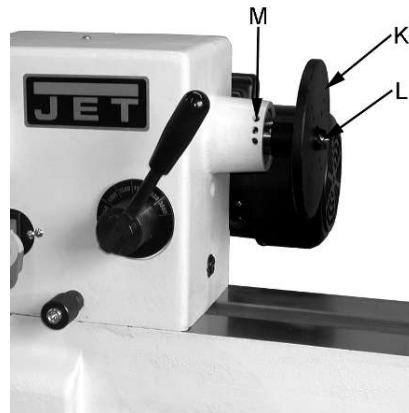

Fig 18
Schrauben Sie den Indexierstift in die Bohrung (M, Fig 18) am Spindelstock.
**Die Aufspanscheibe (K, Fig 18)** wird zum Drehen von Schüsseln und Tellern verwendet.